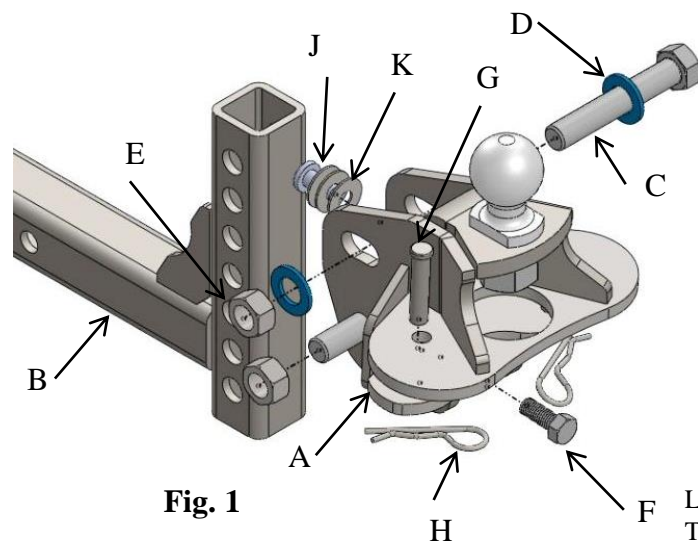

Fig. 1
- Inserte la barra de enganche (B) en el receptor del vehículo de remolque en la orientación deseada e instale el pasador de halar y clip.
- Para empezar, instale 2 arandelas (K) en el pasador de ajuste (J) e inserte dentro del orificio de arriba en el montaje esférico (A), ver Fig. 1 arriba. Se pueden usar hasta 6 arandelas (K).